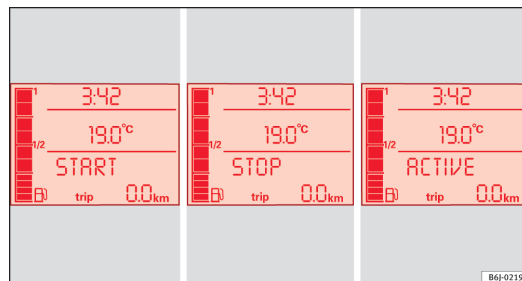

Fig. 113 Indicazione nel display del quadro strumenti durante la modalità Start-Stop. ►
- Sul display del quadro strumenti viene visualizzato un messaggio riguardante lo stato della modalità Start-Stop ⇒ **fig. 113**.